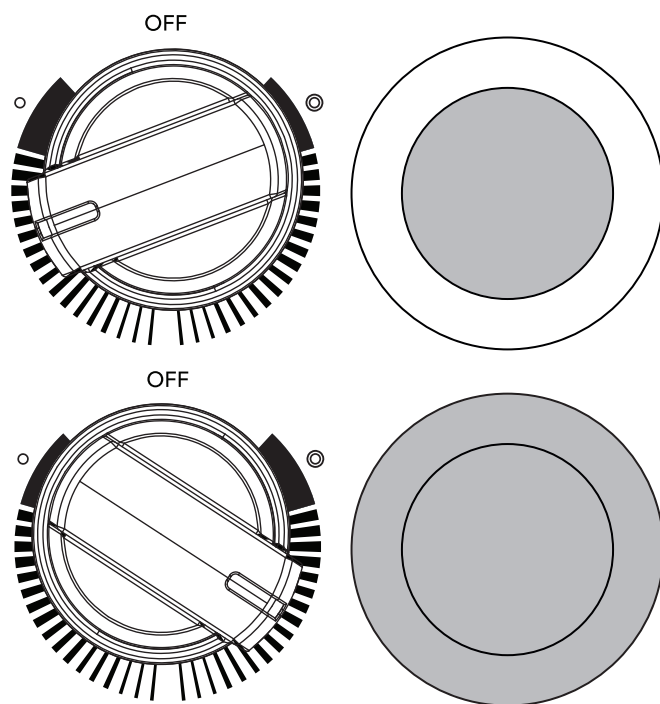

Figure 10: Réglage des boutons de commande pour élément double
2. Pousser et tourner le bouton de commande dans le sens horaire pour démarrer la cuisson avec les deux éléments (intérieur et extérieur). Pousser et tourner le bouton dans le sens anti-horaire pour les ustensiles de cuisine plus petits (voir Figure 10).